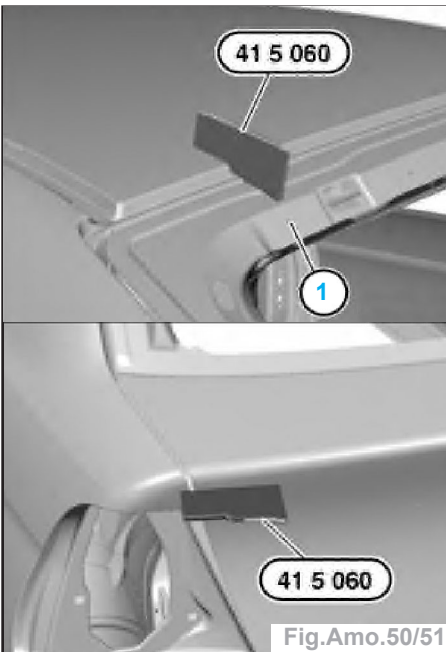

Fig.Amo.50/51
- Positionner l'outil spécial dans la zone du trou (1) à G et à D (Fig.Amo.50/51).